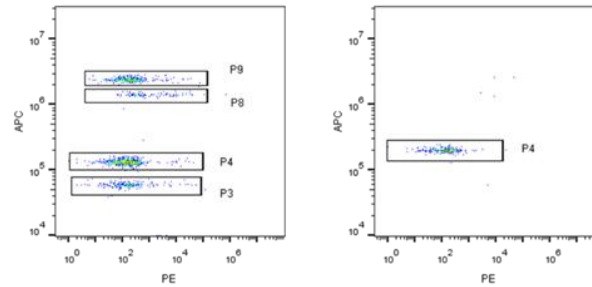

图 2
- 3) 分别在 PE (X 轴) -APC/PE-Cy7/PE-Cy5 (Y 轴) 对数散点图内分析 “Gate1” 和 “Gate2”, 保证所有微球群位于坐标轴内。调节 APC/PE-Cy7/PE-Cy5 通道电压, 使各个散点图内微球分群清晰, 如图 2 (左图为 Gate1 分析图, 右图为 Gate2 分析图)。